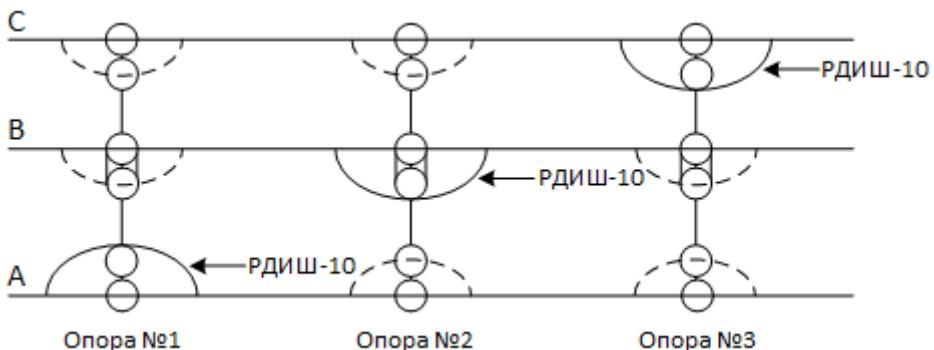

Рисунок 2 - Схема размещения разрядников РДИШ-10 на одноцепной ВЛ
2.2.1 На одноцепных ВЛ разрядники устанавливаются по одному на каждую опору с регулярным последовательным чередованием фаз (рисунок 2).